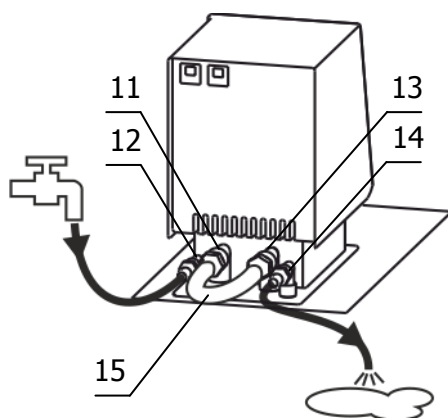

Рисунок 3 — Установка перемычки и подача воды
2.2.6 Соединить шлангом-перемычкой 15 (рисунок 3) из комплекта поставки термостата входной 11 и выходной 13 штуцеры насоса блока регулирования. Закрепить перемычку на штуцерах, используя хомуты из комплекта поставки термостата.
2.2.8 Для работы термостата при температурах теплоносителя, близких к окружающей температуре, может потребоваться дополнительное охлаждение с помощью встроенного теплообменника. В этом случае необходимо подключить термостат к водопроводной сети или специальному холодильному устройству при помощи шлангов, присоединенных к штуцерам 12 и 14 (рисунок 3) встроенного теплообменника. Поток охлаждающей жидкости должен быть равномерным и, по возможности, небольшим. Дополнительное охлаждение не требуется, если температура теплоносителя выше температуры окружающей среды более чем на 15 °С.